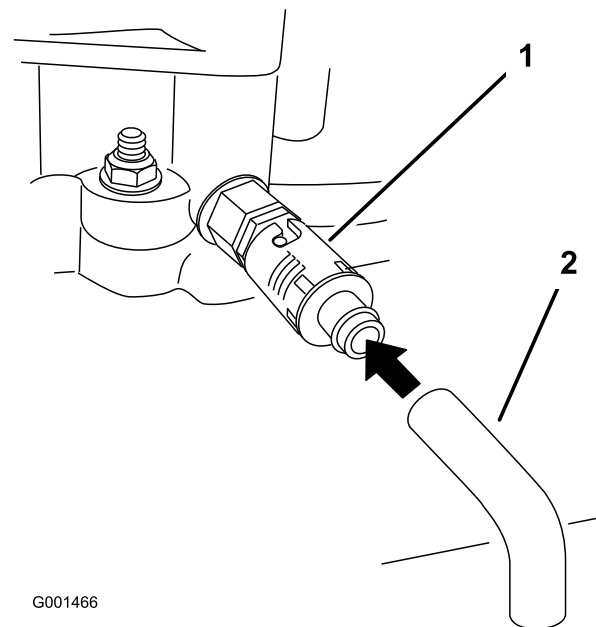

Figura 37
6. Coloque un recipiente debajo del tubo de vaciado. Gire la válvula de vaciado para que se drene el aceite (Figura 37).
8. Retire el tubo de vaciado (Figura 37).